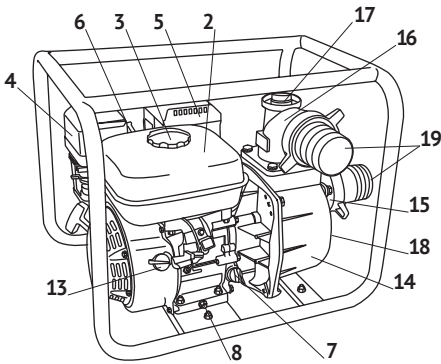
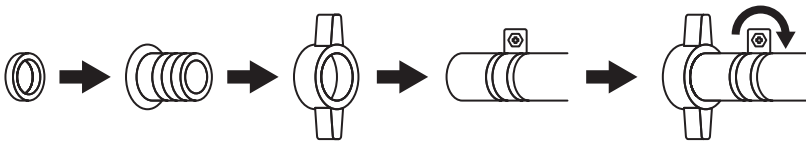

Рис. 1
Рис. 11
Установите на всасывающий патрубок насоса поставляемый в комплекте присоединительный штуцер. Закрепите штуцер на патрубке с помощью гайки крепления, убедившись, что уплотнительное кольцо расположено ровно. Присоедините армированный всасывающий шланг (не входит в комплект) к присоединительному штуцеру с помощью проволоочного хомута (рис. 11).
Установите на напорный патрубок мотопомпы поставляемый в комплекте присоединительный штуцер. Закрепите штуцер на патрубке с помощью гайки крепления, убедившись, что уплотнительное кольцо расположено ровно. Присоедините напорный шланг к штуцеру при помощи проволочного хомута (рис. 11).
7. Открутив пробку заливной горловины (поз. 17, рис. 1), при помощи воронки медленно заполните корпус насоса водой. Заливайте воду до тех пор, пока из горловины не потечет вода без пузырьков воздуха. Плотнo заверните пробку заливной горловины. Следите за герметичностью всасывающего шланга и надёжностью его соединения со штуцером (поз. 19, рис. 1 и рис. 11), чтобы избежать попадания воздуха в насос. Мотопомпа готова к работе.